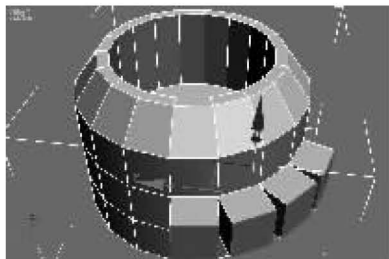

图 7-46 挤出类型为“按多边形”
- * 按多边形:独立挤出各个选中的多边形,如图 7-46 所示。